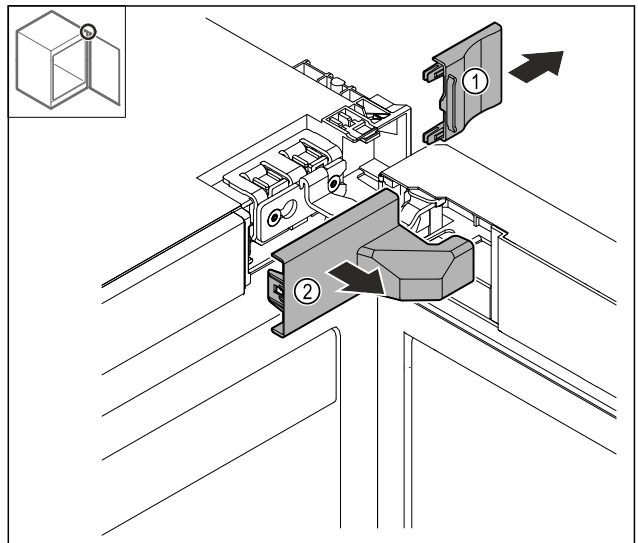

Fig. 6
- Afdekking Fig. 6 (1) en vervolgens de afdekking Fig. 6 (2) verwijderen.